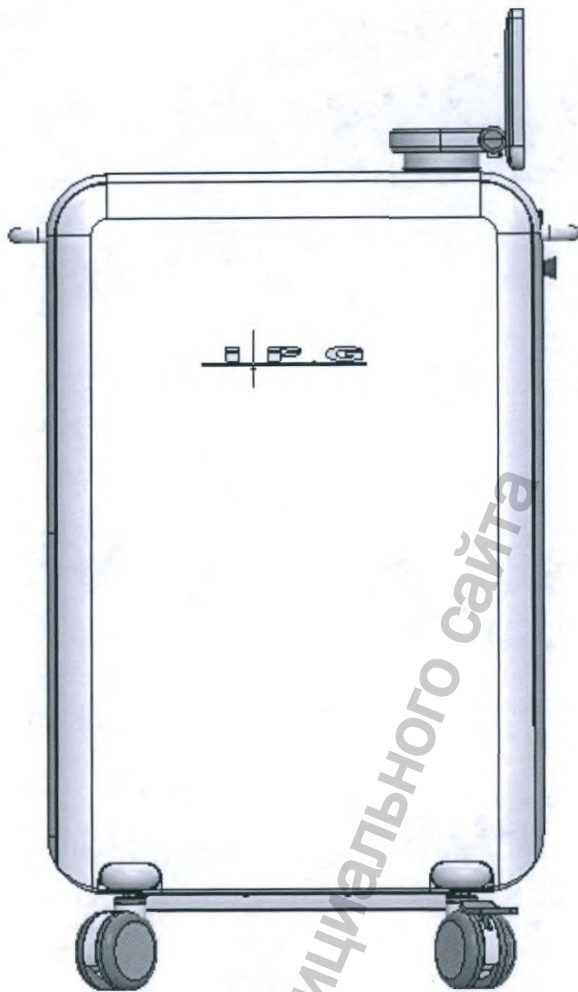

Рисунок 4. Аппарат лазерный хирургический повышенной мощности «FiberLase U1» по ТУ 9444-051-18003536-2015, в исполнении «FiberLase U-MAX»— Вид слева
После проверки подключите инструмент волоконный к оптическому разъему на Аппарате (1) (рис. 4). Перед проведением операции убедитесь, что волоконный инструмент зафиксирован на Аппарате.